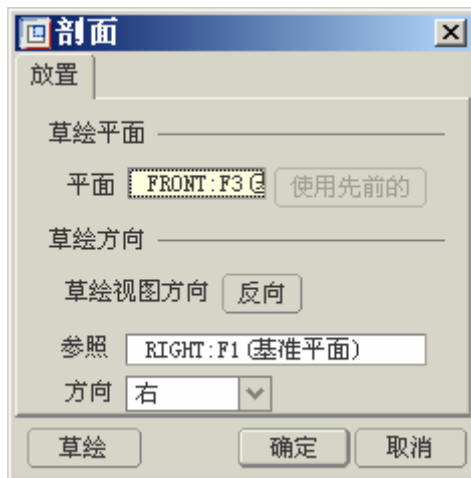

图 2-2
- (1) 单击旋转工具按钮 ，在旋转特征操控板中单击草绘截面按钮 ，系统显示【剖面】对话框。
- (2) 选择 FRONT 基准面为草绘平面，RIGHT 基准面为参照平面，接受系统默认的视图方向，如图 2-2 所示。